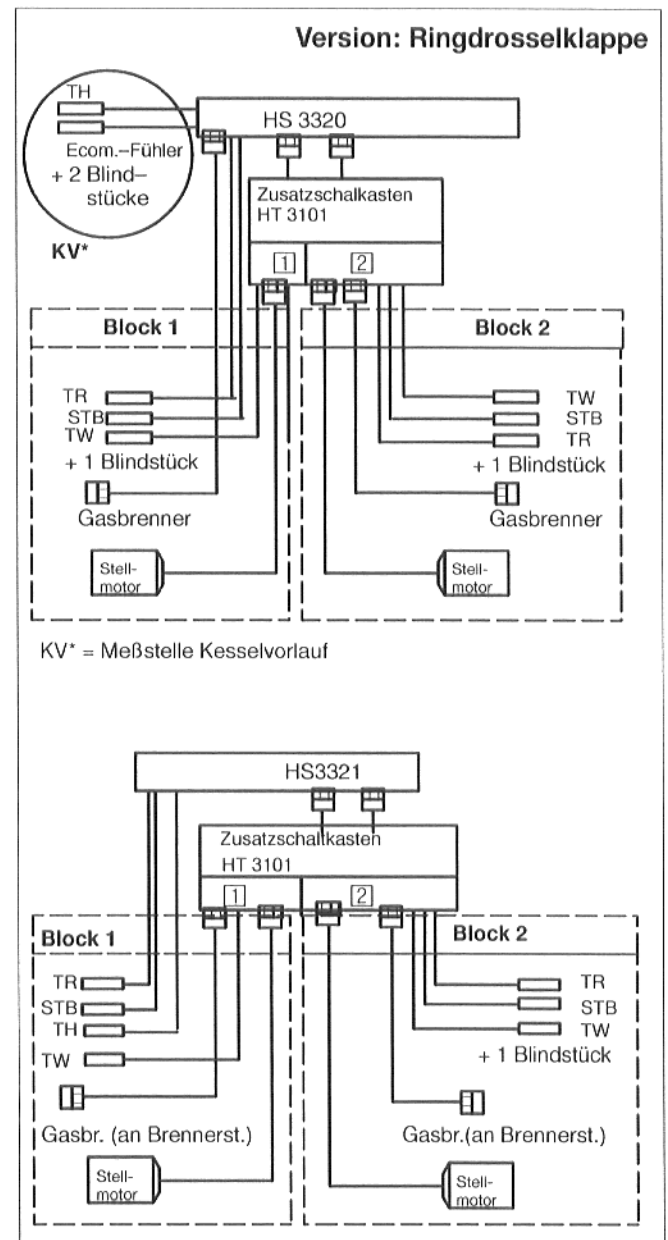
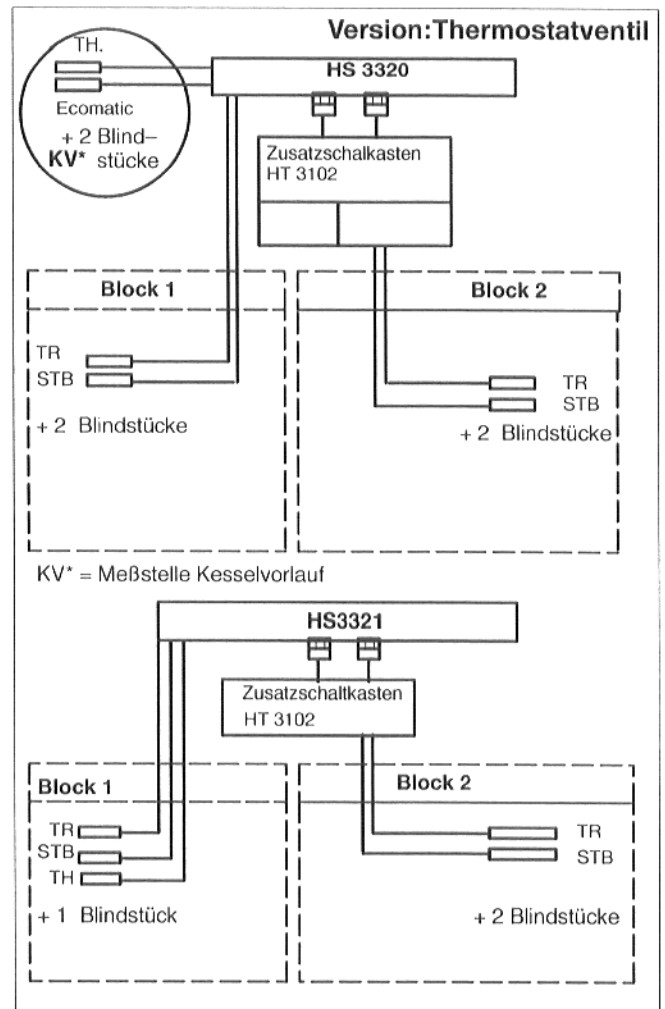

Abb. 41: Anschlußschema Zusatzschaltkasten – Ringdrosselklappe
Abb. 42: Anschlußschema Zusatzschaltkasten; Version Thermostatventil
- Verbindungen zwischen dem Zusatzschaltkasten und den Stellmotoren nach Schaltplan bzw. nach Abb. 41 bzw. Abb. 42 herstellen.
- Kapillarrohre der Temperaturfühler und Leitungen des Zusatzschaltkastens werden nach folgenden Schemata verlegt (Abb. 41/42).
Legende zu Abb.41:
Legende zu Abb.42: